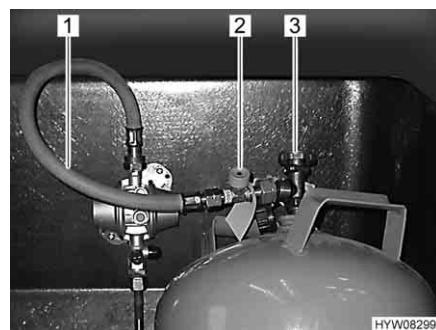
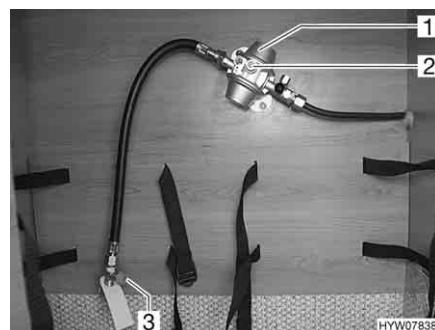

Fig. 51 Raccordo bombola del gas
Fig. 52 Regolatore di pressione del gas
- Chiudere la valvola principale di arresto (Fig. 51,3) della bombola del gas. Osservare la direzione della freccia.
- Svitare manualmente il tubo del gas (Fig. 51,1), dalla bombola del gas (filettatura sinistrorsa).
- Premere con forza il dispositivo antirottura della tubazione (Fig. 51,2 o Fig. 52,3) e tenerlo premuto per ca. 5 secondi.
- Premere con forza il pulsante verde (Fig. 52,2) del regolatore di pressione del gas (Fig. 52,1) e tenere premuto per ca. 5 secondi. La sorveglianza della pressione è attivata.